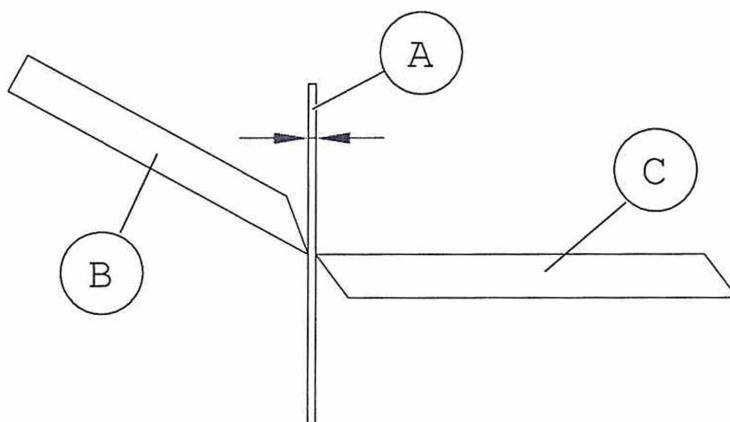

РИС.12
- Вставить щуп (А) (Рис. 12) размером 0,15-0,20 мм между кромками вращающихся (В) (Рис. 12) и фиксированных (С) (Рис. 12) ножей, поворачивая винты до образования зазора, в котором может двигаться щуп.